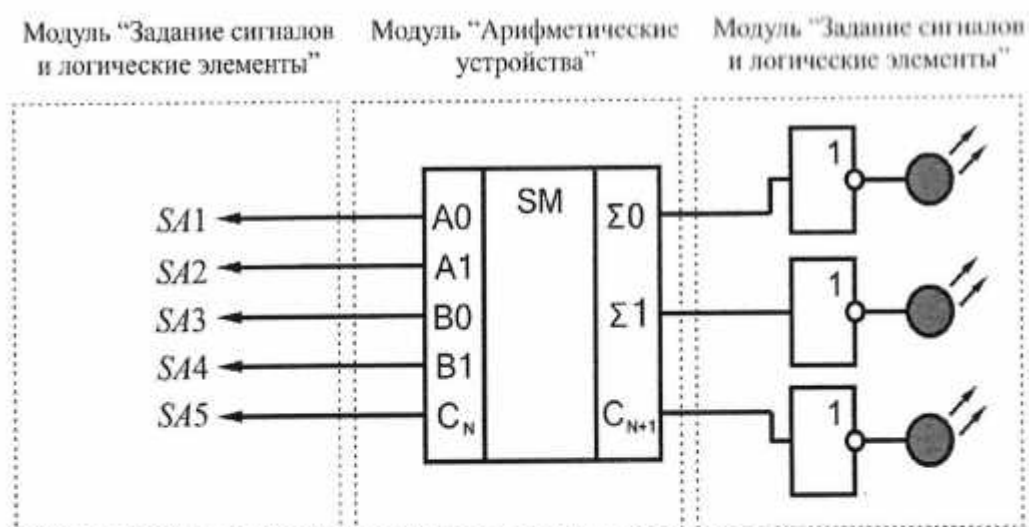

Рис. 13.7. Схема электрическая соединений лабораторных модулей для изучения работы двухразрядного сумматора
3. Согласно рис. 13.7 выполнить электрические соединения модулей для изучения работы двухразрядного сумматора. **Монтаж схемы производить при отключенных автоматических выключателях и переключателях питания.**
Состояния выходов $\Sigma 0$, $\Sigma 1$, C_{n+1} контролировать при помощи светодиодов на выходе буферных элементов (рис. 13.7). Задавая различные комбинации логических уровней на входах $A0$, $A1$, $B0$, $B1$ и C_n заполнить таблицу истинности двухразрядного сумматора (табл. 13.6).